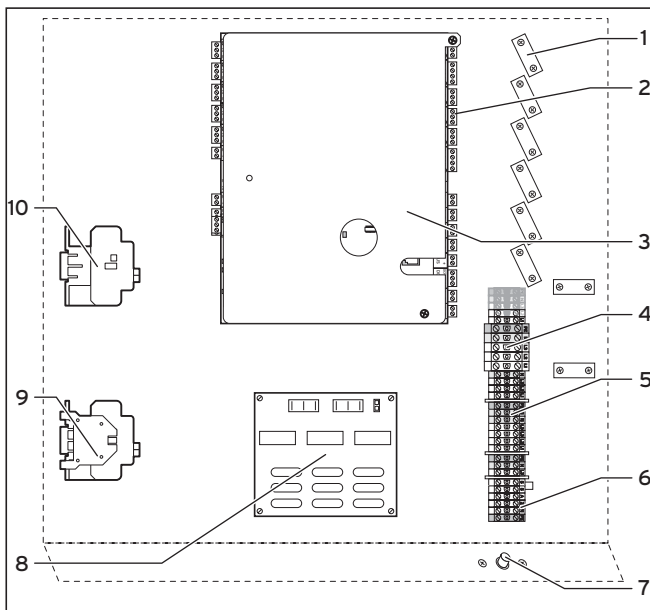

Fig. 6.1 Boîtier de commande électrique
Légende de la fig. 6.1
- Montez la carte du limiteur de courant de démarrage sous la carte du régulateur en suivant les instructions de la notice (cf. fig. 6.1).
- Raccordez le limiteur de courant de démarrage aux bornes (3) comme la notice de ce premier l'indique.